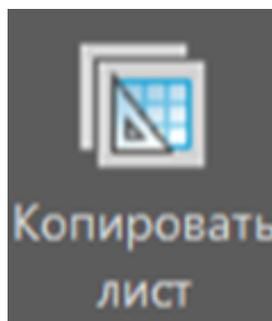

Рис. 5.12
- кнопка “Копировать лист” - позволяет скопировать все параметры и содержимое листа на новый лист. (рис. 5.12).